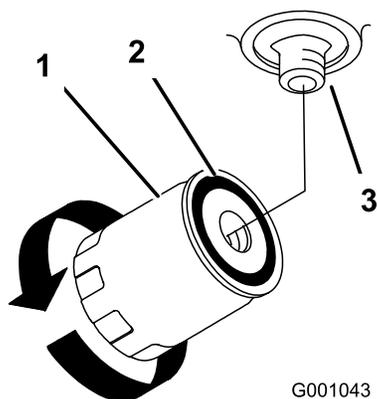

Figure 60
4. Déposez le filtre usagé, laissez l'huile s'écouler et essuyez la surface du joint de l'adaptateur (Figure 60).
7. Remplissez le réservoir hydraulique jusqu'à ce que le liquide déborde du filtre. Tournez alors le filtre à huile dans le sens horaire jusqu'à ce que le joint en caoutchouc vienne toucher l'adaptateur du filtre. Serrez ensuite le filtre de 1/2 tour supplémentaire (Figure 60).